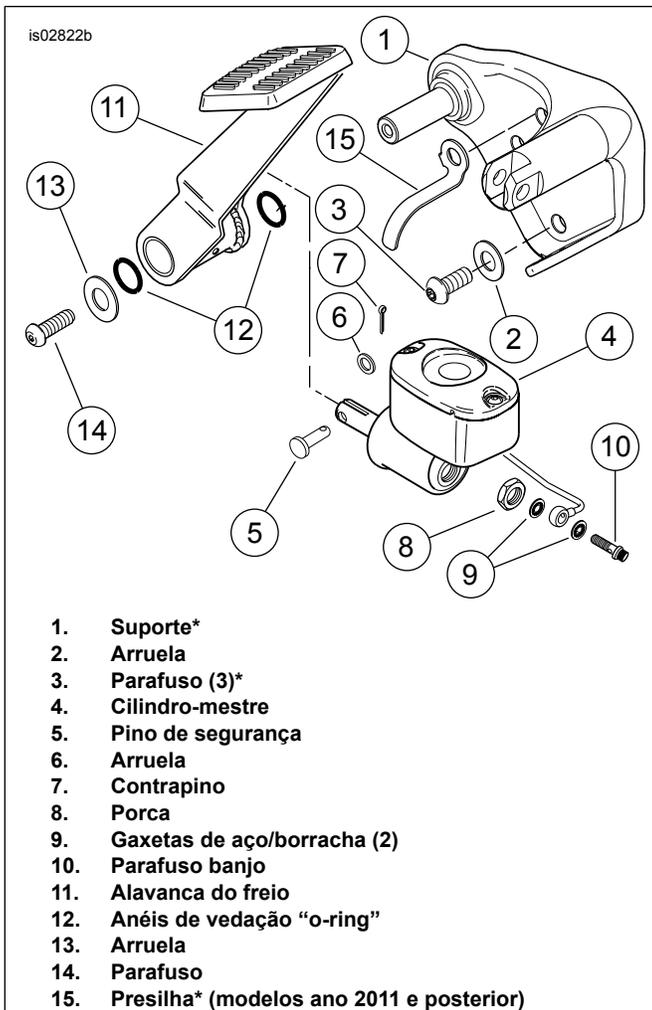

Figura 1. Suporte de montagem do estribo do lado direito e componentes da alavanca de freio
1. Veja a Figura 1. Remova a alavanca do freio FL (11) e o pedal de apoio (não mostrado).
2. Remova o cilindro-mestre (4) conforme as instruções apropriadas do Manual de serviço.
4. Pegue o novo suporte cromado do lado direito (1) e três parafusos cromados (3) do kit.
5. Veja a Figura 1. Coloque as arruelas (2) previamente removidas nas roscas do parafuso. Aplique LOCTITE® 243 (azul) nas roscas e instale o novo conjunto de suporte no quadro da motocicleta. Aperte os parafusos com torque de 54,2 N·m (40 ft-lbs).
6. Pegue a nova alavanca de freio (11) e certifique-se de que os anéis de vedação "o-ring" (12) permaneçam em posição. Deslize a nova alavanca de freio sobre o eixo do suporte de montagem. Coloque o parafuso (14) e a arruela (13). Aperte com torque de 16–22 N·m (12–16 ft-lbs).